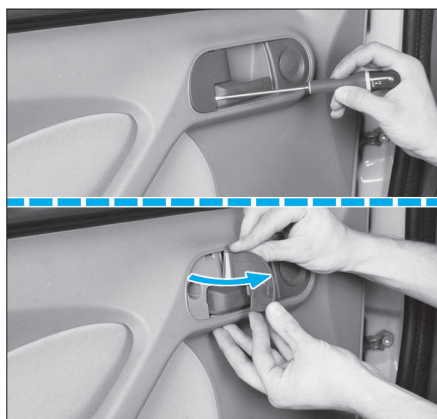

FIG. 73
- Décliper avec précaution les enjoliveurs (Fig.73 et 74).